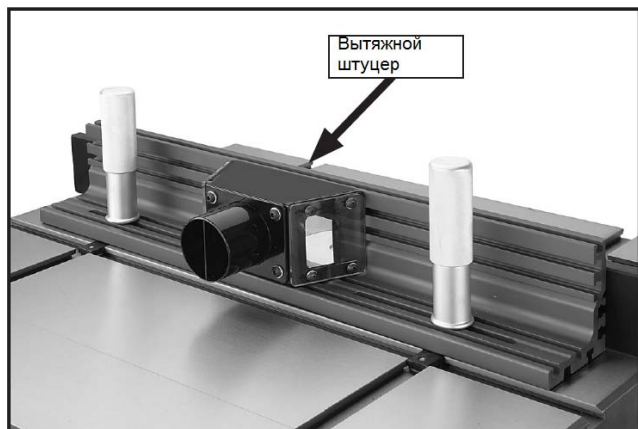

Рис. 9: Вытяжной штуцер прикреплен к упору.
10. Прикрепите вытяжной штуцер с задней стороны упора при помощи четырех винтов M6-1 x 10, четырех плоских шайб 6 мм, см рис. 9.